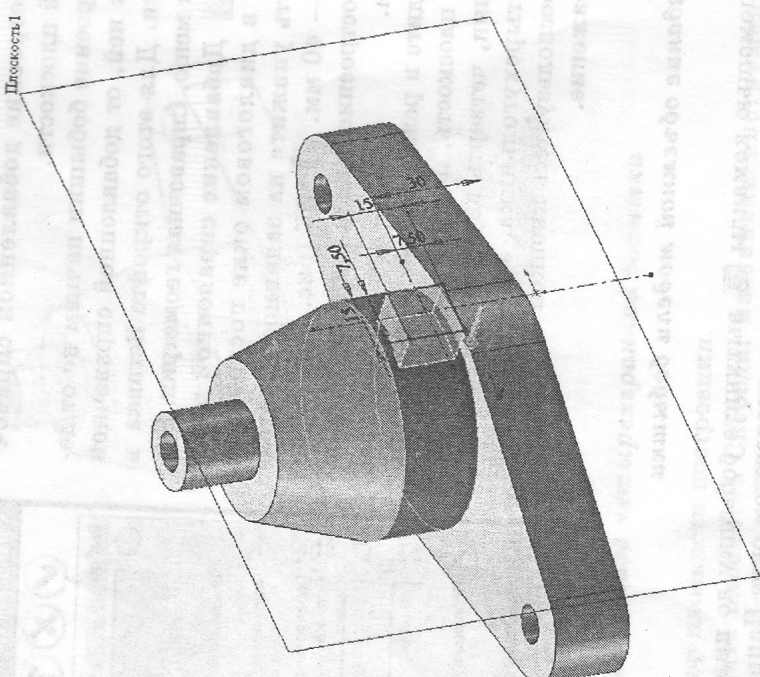

Рис. 66
- Построение четырехугольного отверстия в бобышке. Возьмите плоскость, на которой построен эскиз четырехугольной бобышки, и постройте такой же эскиз отверстия (рис. 66, 67). Задайте размер $6 \times 6 \text{ мм}$ и координаты относительно оси. При вытягивании отверстия в команде **1** установите сами **Направление 1** и до поверхности внутреннего цилиндра.